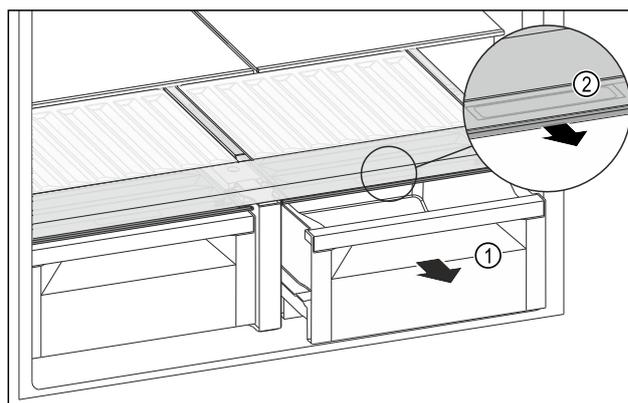

Fig. 126
- ▶ Retirer le tiroir *Fig. 126 (1)*.
- ▶ Saisir la poignée encastrée *Fig. 126 (2)* du couvercle du compartiment et tirer le couvercle du compartiment par l'avant.